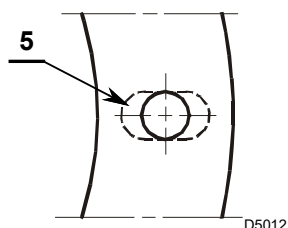

Fig. 7
- Allargare, se necessario, i fori dello schermo isolante 5) Fig. 7.